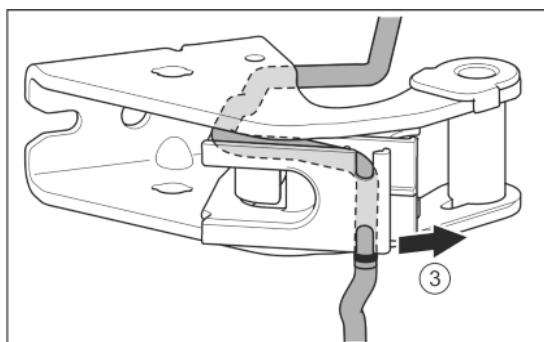

Fig. 28
- ▶ Wyjąć szary kabel z prowadnicy. Fig. 28 (3)